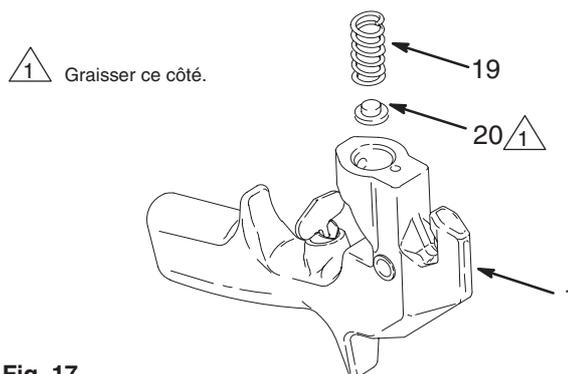

Fig. 17 03979
5. Si le ressort (19) a été retiré, graisser le système de réglage du ressort (20) et placer le ressort. Monter l'ensemble dans le corps du pistolet (1). Voir Fig. 17.